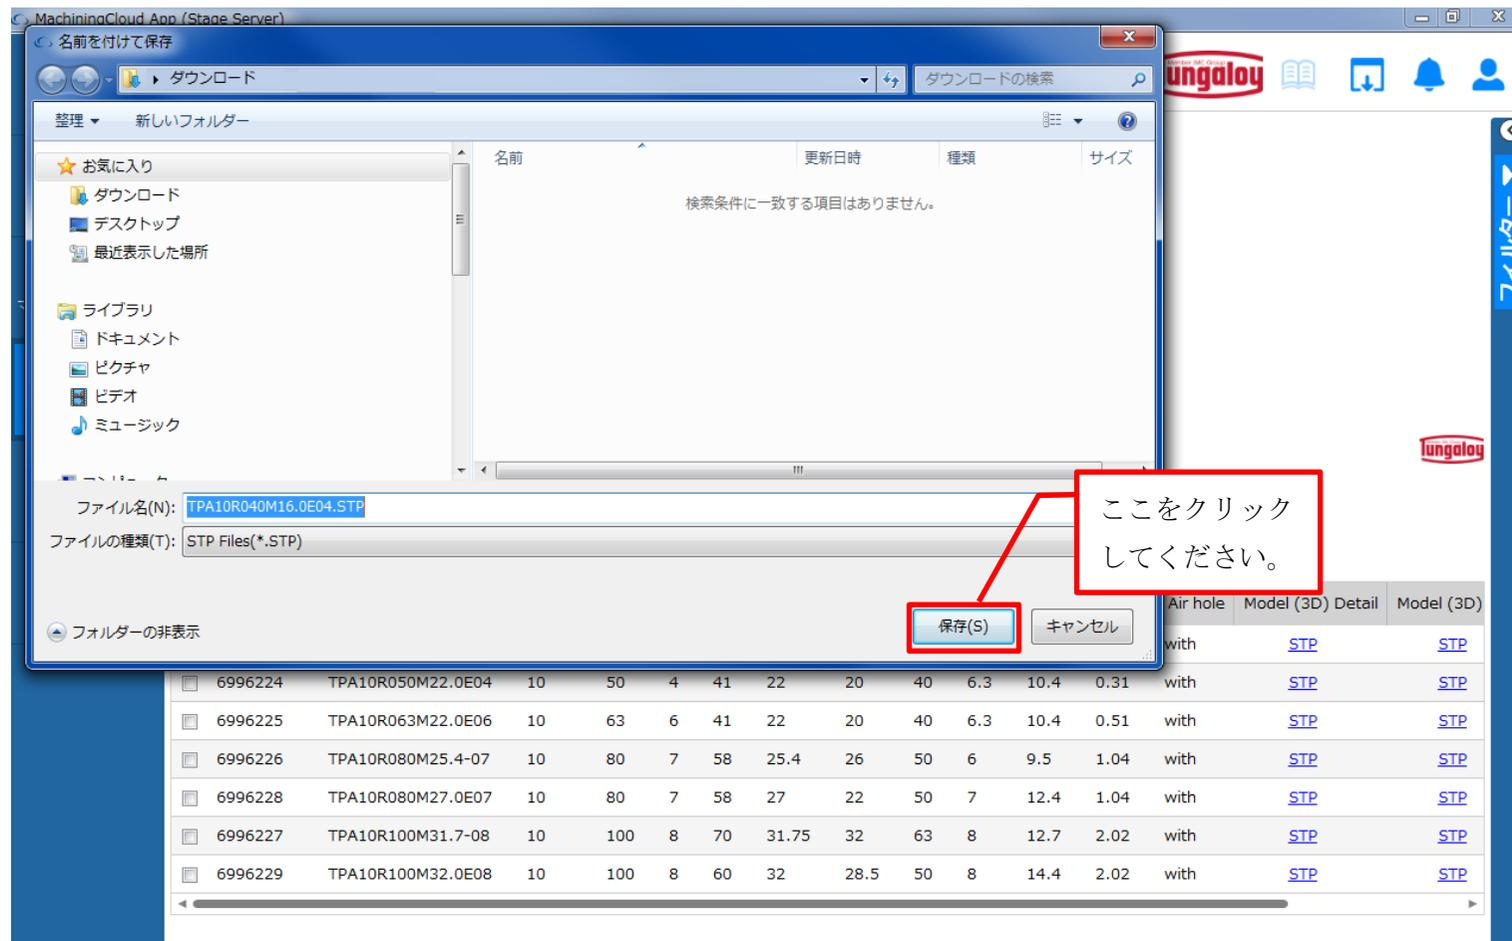

図 22 STP ファイル保存先を指定する画面
(6) ダウンロード先を指定する別ウインド (図 22) が表示されます。保存先を指定して「保存」をクリックしてください。